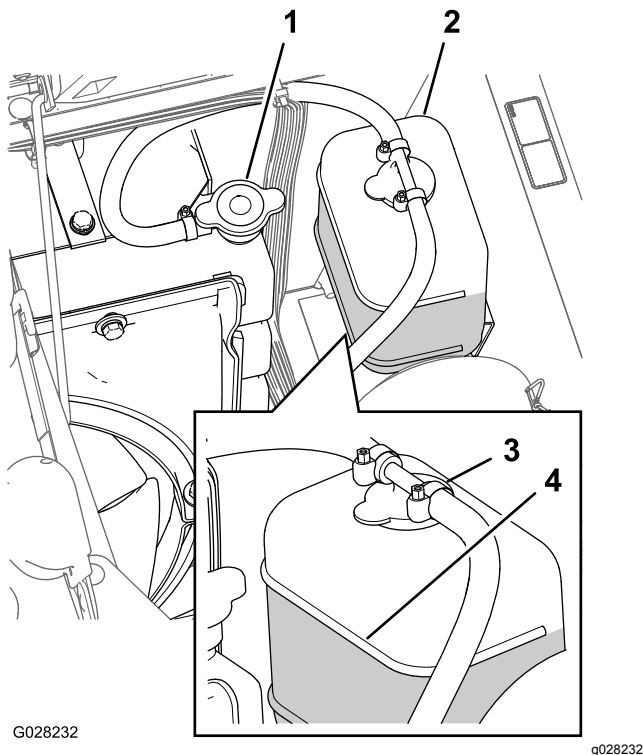

Figura 20
3. Retire cuidadosamente el tapón del radiador y el tapón del depósito de expansión (Figura 20).
**Nota:** El radiador debe llenarse hasta la parte superior del cuello de llenado, y el depósito de expansión debe llenarse hasta la marca Full (lleno) del depósito (Figura 20).
del radiador, y llene el depósito de expansión hasta la marca Lleno y el radiador hasta la parte superior del cuello de llenado (Figura 20).
6. Coloque el tapón del radiador y el tapón del depósito de expansión (Figura 20).